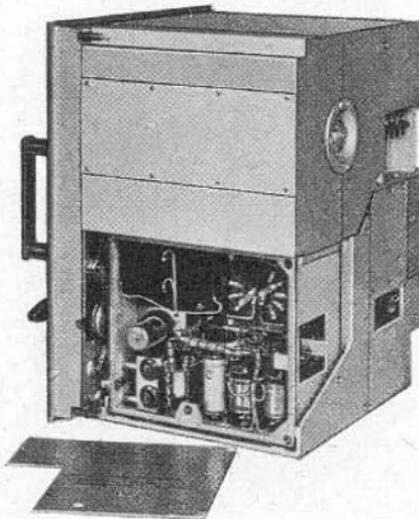

Abb. 3: Seitenansicht von rechts ohne Kasten
| Abb. 3: Seitenansicht von rechts ohne Kasten | 10 |
Umschaltung auf andere Netzspannung kann nur durchgeführt werden, wenn das Gerät aus dem Kasten herausgezogen ist (s. Abb. 3).
- 3) Abdeckblech von Netzteil abschrauben (siehe Abb. 3).